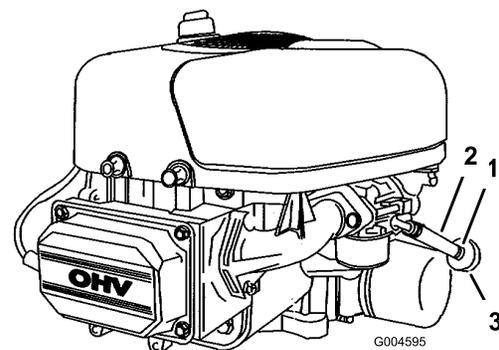

Figura 27
8. Premete le estremità della fascetta stringitubo e sfilatela dal tubo del carburante in direzione del serbatoio (Figura 27).
9. Staccate il tubo del carburante dal filtro (Figura 27) e spurgate la benzina in una tanica o in una bacinella di spurgo.
Sostituite il filtro del carburante ogni 100 ore di funzionamento oppure ogni anno, optando per l'intervallo più breve. Il momento più opportuno per sostituire il filtro del carburante (Figura 27) è quando il serbatoio del carburante è vuoto. Non rimontate mai il filtro carburante sporco dopo averlo tolto dal tubo di alimentazione del carburante.
7. Premete le estremità delle fascette stringitubo ed allontanatele dal vecchio filtro del carburante (Figura 27).